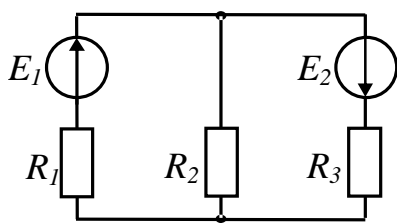

Рис. 1.26
**1.64.** На рис. 1.26 подано електричну схему, де  $E_1 = 130$  В,  $E_2 = 85$  В і опори резисторів  $R_1 = R_3 = 20$  Ом,  $R_2 = 40$  Ом,  $r_1 = r_2 = 0$ . Визначити струми у вітках і скласти баланс потужностей.